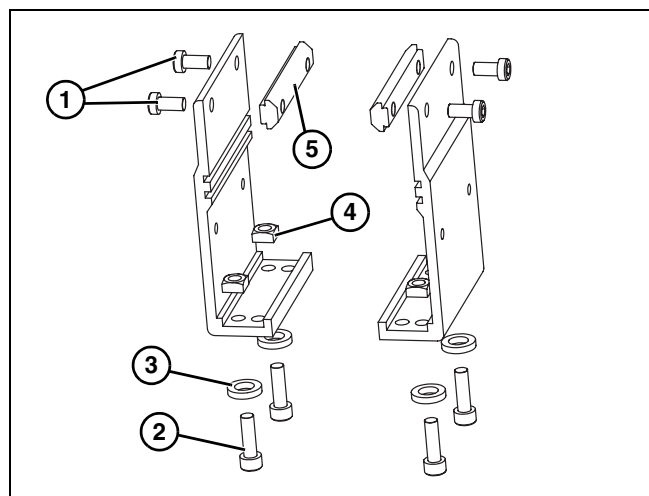
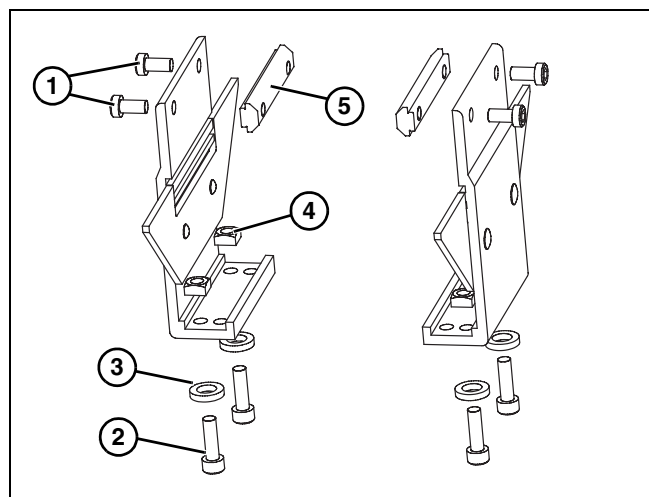
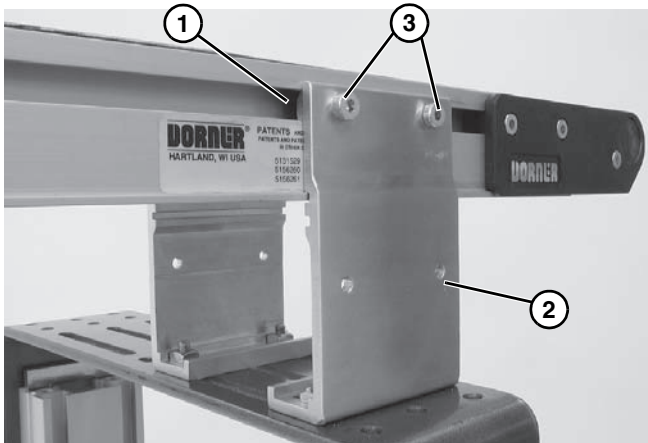

Figure 8
Figure 9
Figure 10
- Coloque las abrazaderas. En Figure 8 y Figure 9 se muestran vistas en despiece ordenado.
- Retire los tornillos (**Figure 8, item 1 y 2**) y (**Figure 9, item 1 y 2**), arandelas (**Figure 8, item 3**), tuercas (**Figure 8, item 4**) y barras en T (**Figure 8, item 5**) de las abrazaderas.
- Inserte las barras en T (**Figure 8, item 5**) y (**Figure 9, item 5**) en las ranuras laterales del transportador (**Figure 10, item 1**). Fije las abrazaderas (**Figure 10, item 2**) al transportador con los tornillos de montaje (**Figure 10, item 3**).